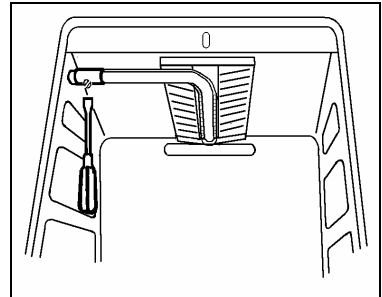

fig. 16
- Se demontează arzătorul prin desfacerea șurubului care îl fixează de partea superioară a cuptorului (fig.16).